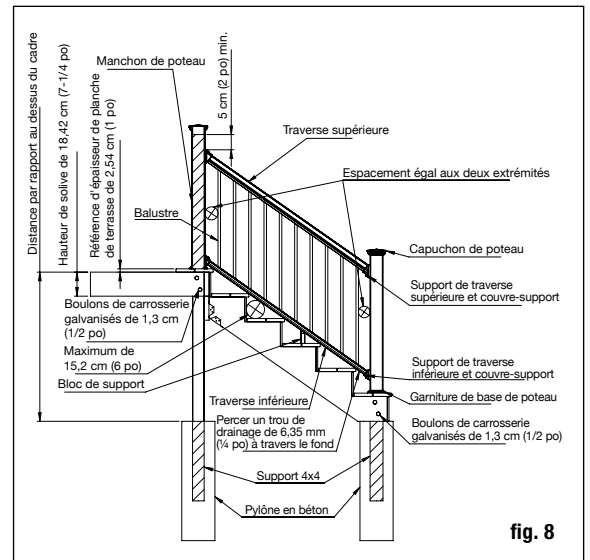
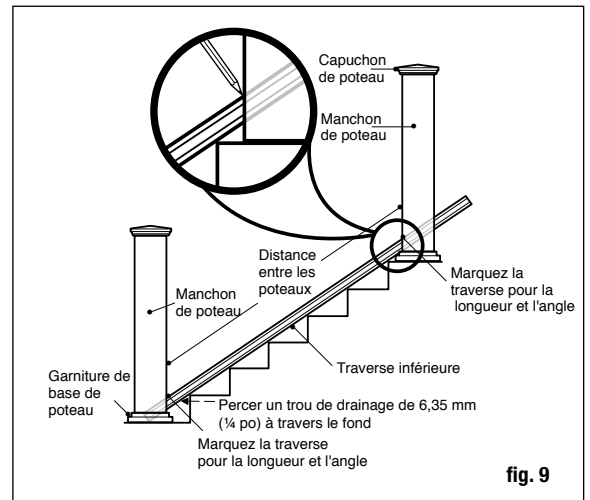
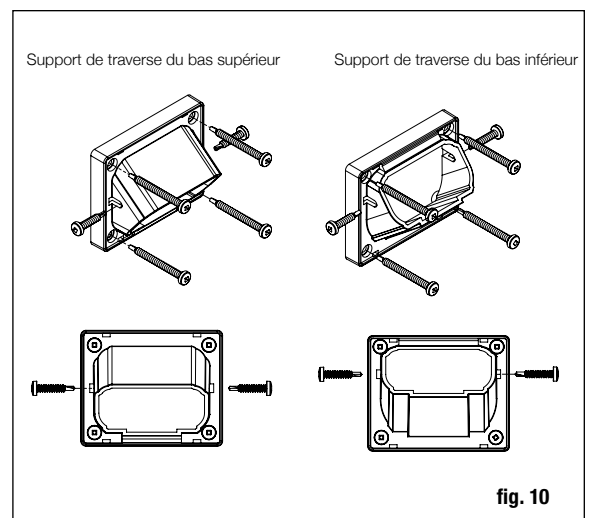

fig. 8
fig. 9
fig. 10
**Étape 2** Installez les poteaux d'escalier en bois avant d'installer les girons d'escalier. Les poteaux de garde-corps 4x4 de pin traité sous pression ou de cèdre fournissent la force structurale pour le garde-corps d'escalier. Positionnez, mettez à niveau avec un niveau et serrez 1,5 m (5 pieds). Des poteaux en bois à la face intérieure du limon. Remettez à niveau. Le poteau du garde-corps d'escalier 4 x 4 devrait être boulonné à l'intérieur du limon d'escalier en utilisant deux boulons de carrosserie galvanisés 1/2 po x 6 po, des rondelles et des écrous. Les poteaux de coin utilisent un troisième boulon de carrosserie, des rondelles et des écrous insérés à travers la solive adjacente. Les poteaux au niveau du sol devraient être installés dans le béton comme indiqué (fig. 8). Les ensembles de montage de poteaux structuraux Deckorators (article No. 215036, vendus séparément) peuvent également être utilisés pour fixer le poteau au sommet du béton.
**Étape 5** Mesurez la distance entre les manchons de poteaux installés pour déterminer la longueur des traverses du haut et du bas. S'assurer que les trous du balustre sont orientés dans la bonne direction. Placez ensuite la traverse inférieure sur les girons, près des poteaux et ajustez afin que la distance entre le premier trou de balustre et le poteau soit plus élevée qu'au moins 7 cm (2-3/4 po), puis égale aux deux extrémités (fig. 8). Marquez la traverse pour indiquer la longueur et l'angle de coupe souhaités. Coupez la traverse du bas. Transférez les lignes de coupe du rail du bas au rail du haut, puis coupez les deux rails. (fig. 9). **Percer un trou de drainage de 6,35 mm (1/4 po) à travers le fond de la traverse pour éviter que l'eau ne soit coincée. Placer le trou**
**Étape 6** Placez les bons couvre-supports et support de traverse aux extrémités de la traverse supérieure. Portez une attention particulière aux supports utilisés, sachant qu'ils ont des angles différents entre les traverses du haut et du bas. Marquez la position sur le bloc de support et joindre à la rampe inférieure. Placez la traverse inférieure entre les poteaux des girons de l'escalier (fig. 9). Vous pourriez devoir placer des cales entre deux nez de marche afin de surélever la traverse du bas. Vérifiez les exigences dans votre région. Généralement, une sphère de 15 cm (6 po) ne peut pas passer par le triangle formé par la traverse du bas, le giron et la contremarche (fig. 8). Centrez le support d'escalier sur le poteau. En utilisant le support d'escalier comme guide, marquez la position des vis sur le manchon de poteau et sur les deux extrémités de la traverse. Percez des trous de guidage de 0,3 cm (1/8 po) dans le manchon de poteau et la traverse. Fixez le support d'escalier au manchon de poteau à l'aide des vis à tête cylindrique carrée n°8-15 x 2po - n°2, puis fixez le support d'escalier au rail à l'aide des vis à tête cylindrique carrée n°8-16 x 3/4 po - n°1 autotaraudeuses (fig. 10).